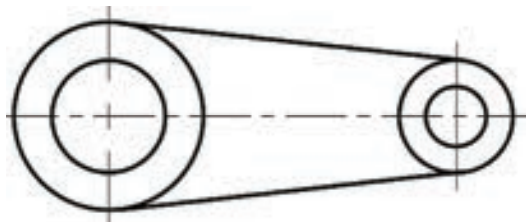

图 11-40 完成结果
4) 在功能区“参数化”选项卡的“几何”面板中单击“全部隐藏”按钮, 隐藏图形中的所有几何约束；再在“参数化”选项卡的“标注”面板中单击“全部隐藏”按钮, 隐藏图形中的所有动态标注约束；最后可以调整中心线长度，并补齐中心线，完成的结果如图 11-40 所示。